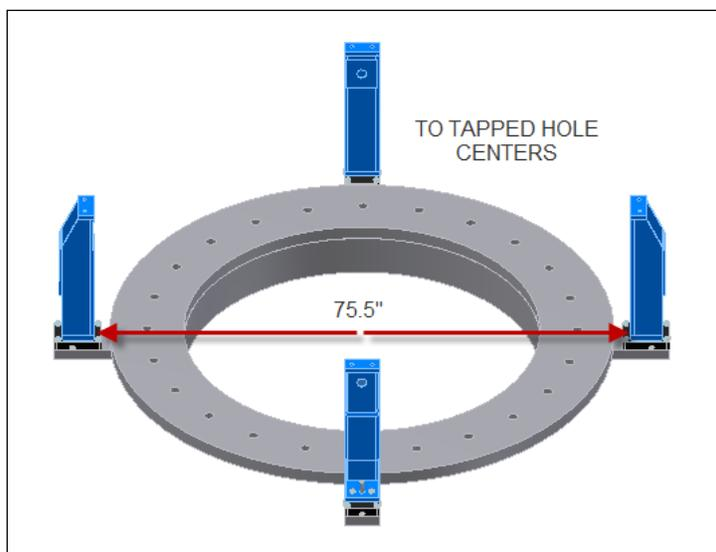

Рисунок 29. Крепления и вертикальная сборка
13. Установите надлежащие вертикальные опоры, показанные на Рисунок 29.